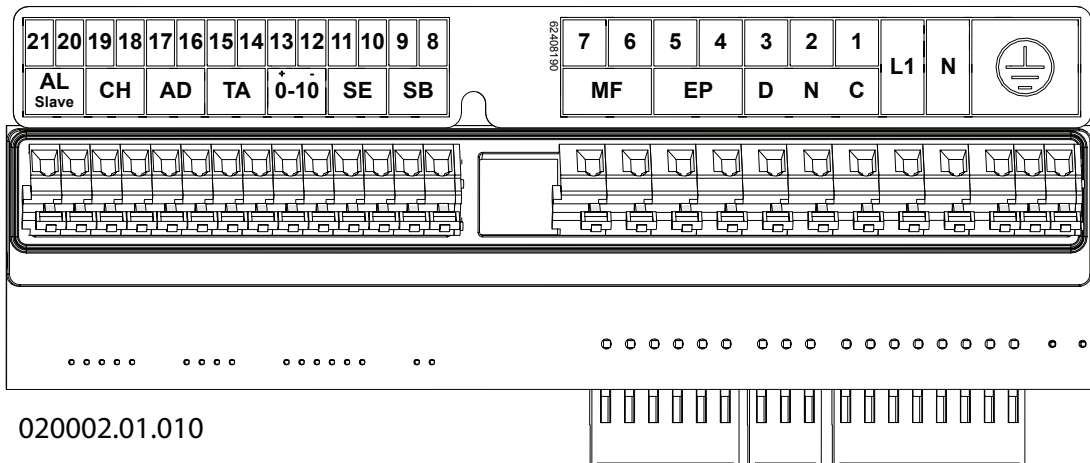

Figure 5-10 - Branchements électriques
Légende de la figure 5-10
Pour le branchement du câble d'alimentation électrique, procéder comme ci-dessous (se référer à la Figure 5-10) :
procéder comme ci-dessous (se référer à la Figure 5-10) :
- 3.- Raccorder les 2 cosses du câble aux bornes « 14 » et « 15 » de l'appareil (voir la Figure 5-10 "TA");
- 5.- Raccorder les terminaux « 14 » et « 15 » de la Figure 5-10, une minuterie avec un contact sec qui détermine l'allumage et l'extinction de la recirculation.
Pour le branchement électrique procéder comme ci-dessous (se référer à la Figure 5-10):